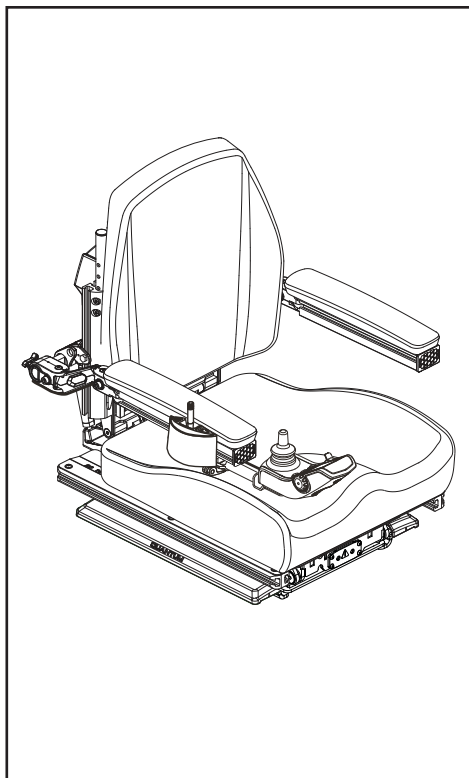

Figure 14. Commutateur du siège électrique
1. Pesez sur l'avant du commutateur pour faire monter le siège. **Voir la figure 14.**